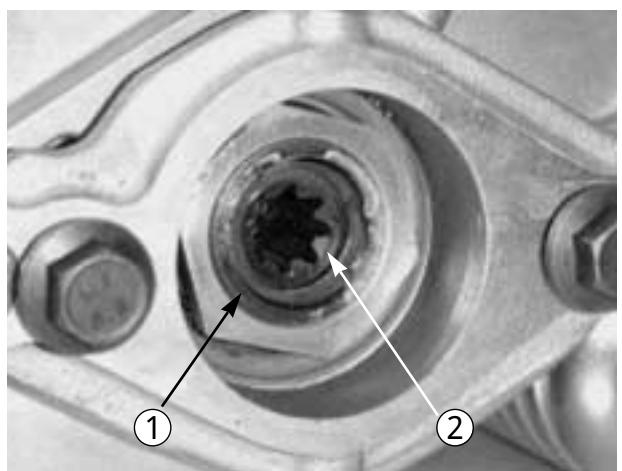

図 7
D. 駆動カップラをリール・チューブに固定しているスナップ・リング（図 7）を外して、駆動カップラを取り外す。